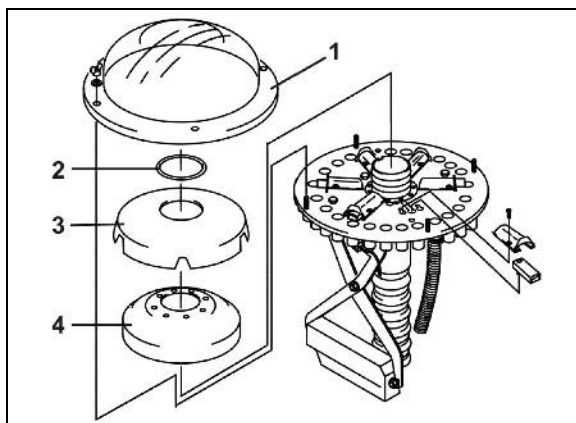

Bild 143
3. Demontera fördelarytterhuvet (Bild 143/1).
4. Demontera ringen (Bild 143/2).
5. Demontera fördelarinnerhuvet (Bild 143/3).
6. Demontera skuminlägg (Bild 143/4).